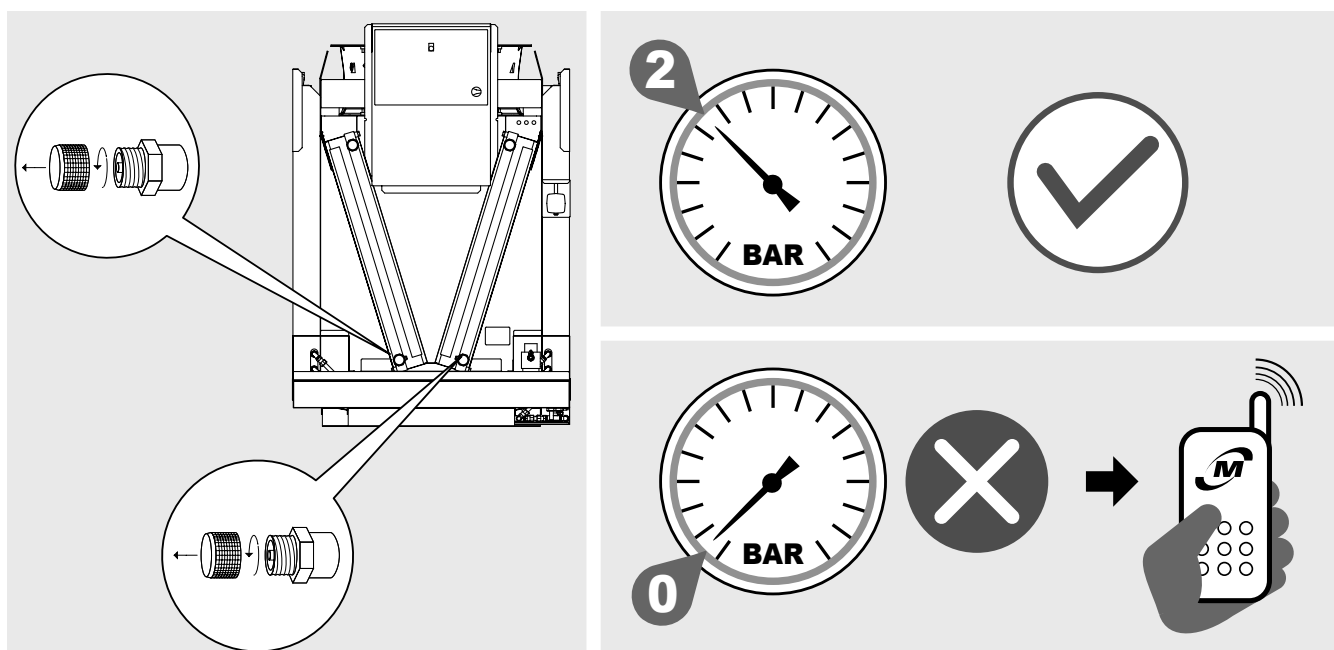

Figura 4
- 4.2 Los intercambiadores de los condensadores (AVK) y de las enfriadoras de gas (AVS) se suministran con una precarga de aire seco de 2 bar y disponen de conexiones de carga de 1/4" SAE. Controlar la presencia de presión, en ausencia de presión comunicarse inmediatamente con Modine e indicar el problema en el documento de transporte. La falta de presión indica una pérdida causada por un daño sufrido durante el transporte. Véase la Figura 4.